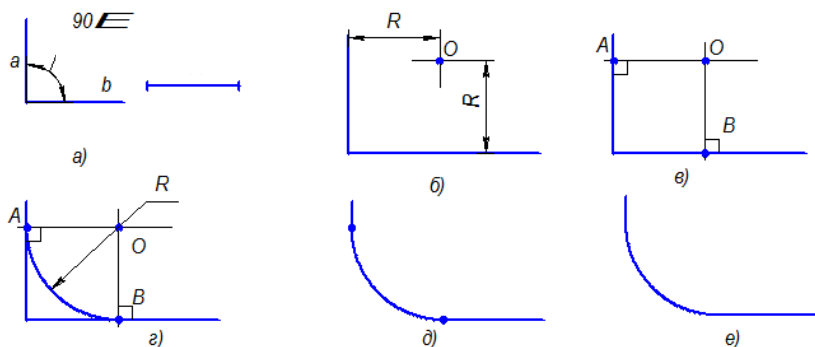

Рисунок 11 – Сопряжение перпендикулярных прямых
Даны две взаимно перпендикулярные прямые a и b . Задан радиус сопряжения R . (рис.11а)
1. Находим центр сопряжения.Проводим две прямые, параллельные a и b , на расстоянии, равном радиусу R . Эти прямые являются геометрическим местом центров окружностей радиуса R , касательных к данным прямым (рис.11б); Точка O пересечения вспомогательных прямых – центр дуги сопряжения (рис.11в).
2. Находим точки сопряжения.Проводим перпендикуляры из центра дуги сопряжения к заданным прямым, получаем точки сопряжения A и B (рис.11в).
3. Строим дугу сопряжения.Радиусом R проводим дугу сопряжения между точками A и B (рис.11г).